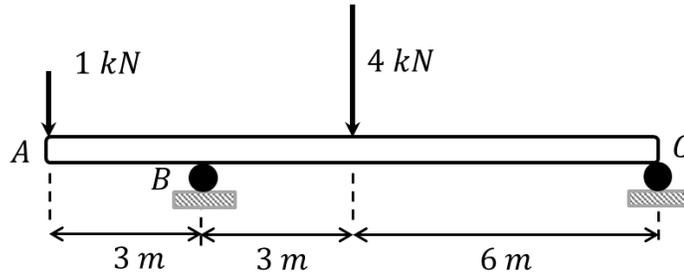

Fig. 8.36.
8.14.- Una viga AC está sometida a dos cargas puntuales, una de 1 (kN) y otra de 4 (kN). La viga está sujeta por dos soportes B y C como muestra la Fig. 8.36. Determine los diagramas de fuerza cortante y torque flector para la viga.